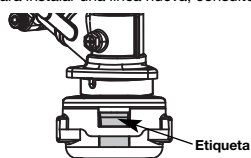

Fig. 20
3. Desenrosque la línea vieja de la bobina y sáquela del orificio central de la bobina. (Fig. 20)
4. Vuelva a colocar el carrete interior en la bobina exterior (Fig. 20).